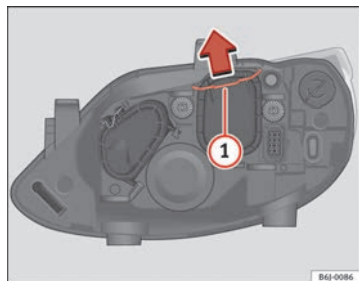

Fig. 153 Médios
- Desloque o tirante ⇒ Fig. 153 ① no sentido da seta e puxe a tampa.